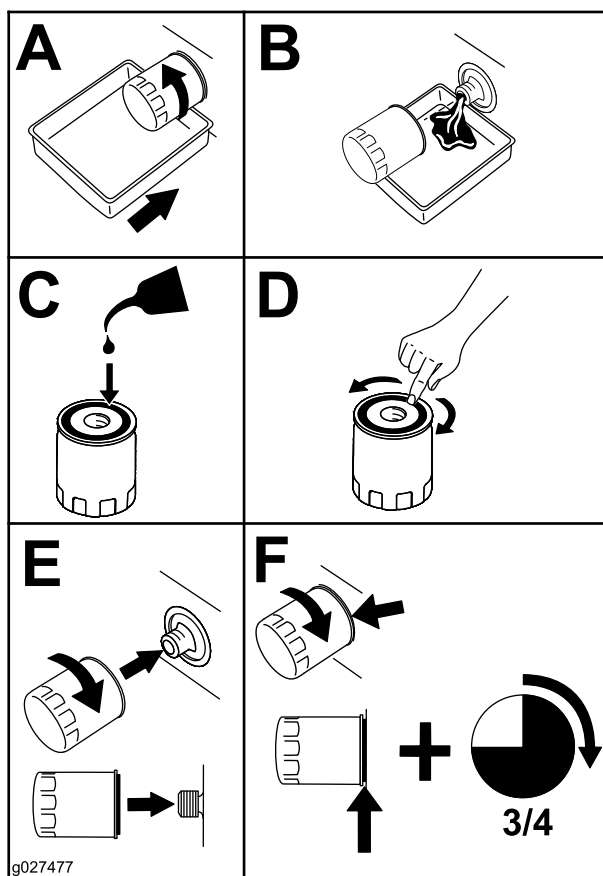

Figura 39
2. Sustituya el filtro de aceite del motor (Figura 39).